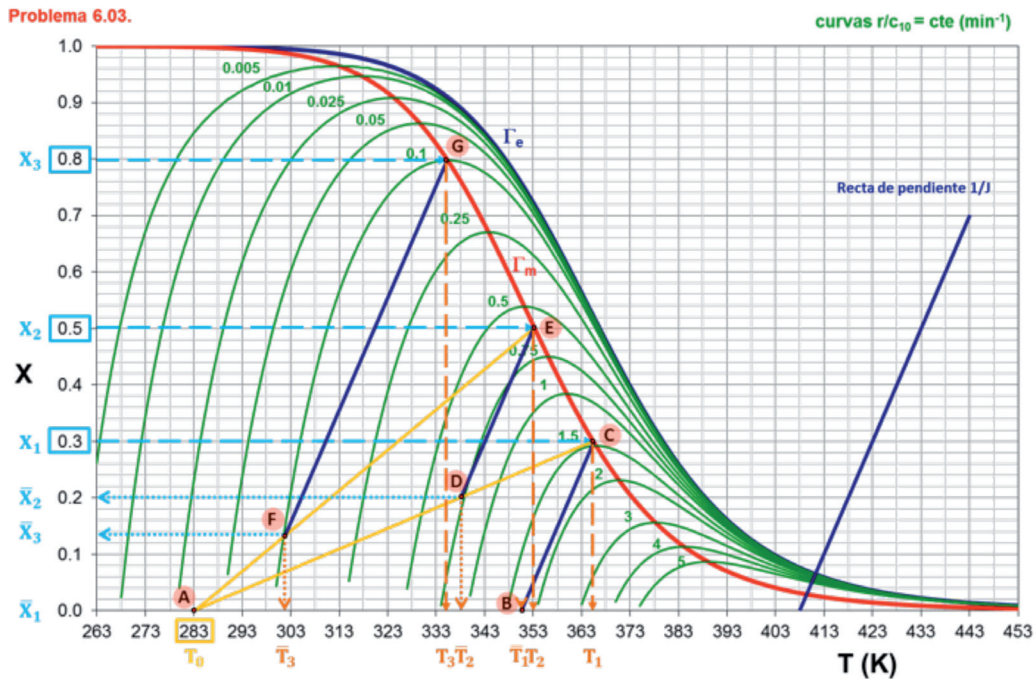

Figura 6.11. Evolución del grado de conversión con la temperatura: puntos A, B, C, D, E, F y G (apartado a)
**SOLUCIÓN:** a) Puntos A, B, C, D, E, F y G (ver Figura 6.11.)
b)  $\bar{X}_2 = 0.2$ ,  $\bar{X}_3 = 0.135$  (puntos D y F de la Figura 6.11.)
$\bar{T}_1 = 351 \text{ K}$ ,  $\bar{T}_2 = 338 \text{ K}$ ,  $\bar{T}_3 = 302 \text{ K}$  (puntos B, D y F de la Figura 6.11.)
c)  $T_1 = 365 \text{ K}$ ,  $T_2 = 353 \text{ K}$ ,  $T_3 = 335 \text{ K}$  (puntos C, E y G de la Figura 6.11.)